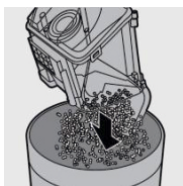

Рис. 27
5. Витрусіть сміття з мішка у відро для сміття (рис. 27).